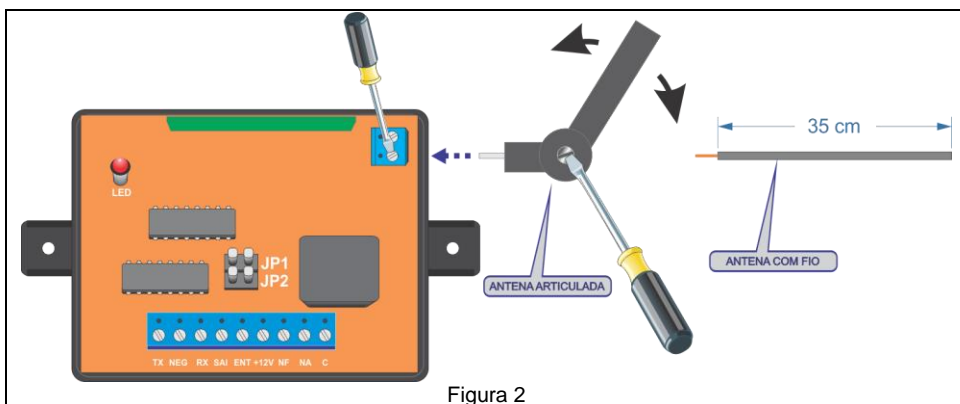

Figura 2
- Fixe as antenas nos receptores RX-PEG. Pode-se substituir a antena articulada do RX-PEG, fornecida no kit, por um **fio** (de preferência rígido) de 35 cm de comprimento por 1,0 mm² de bitola. Somente desencape 5 mm de um dos lados do fio para conectá-lo ao borne, conforme ilustrado na figura 2, e mantenha-o o mais esticado possível.